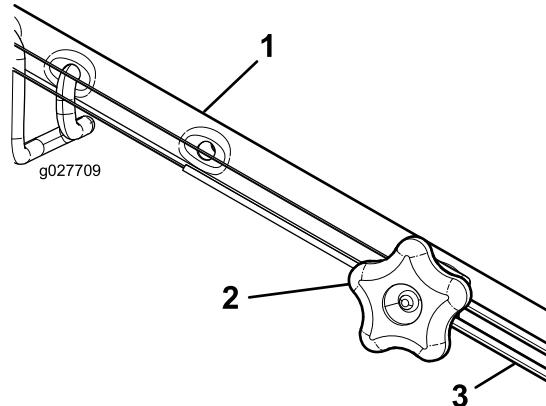

Figura 31
1. Gire el pomo de ajuste en sentido antihorario para aflojar el cable (Figura 31).
2. Ajuste la tensión del cable (Figura 31) tirando del mismo hacia atrás o empujándolo hacia adelante, y sujetelo en esa posición.